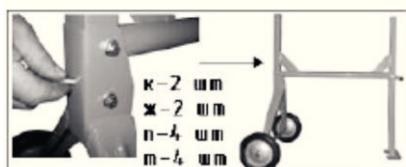

Рис. 4.
6.3. Смонтируйте раму (Д) в сборе с передней стойкой (Е) на заднюю стойку (В) используя крепеж (к. ж, п, т), что бы получилась конструкция как на Рис.4.